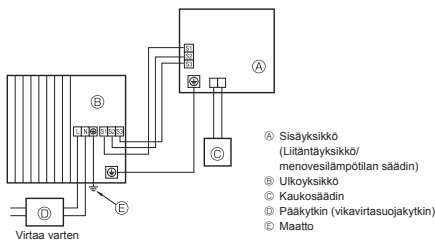
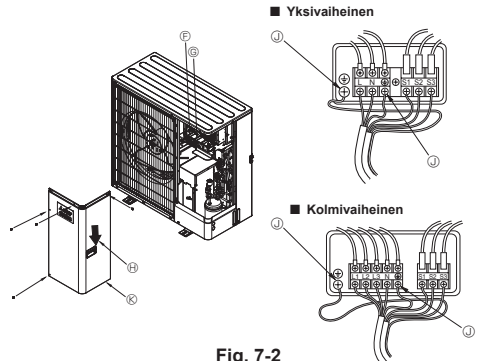

Fig. 7-1
Fig. 7-2
7.1. Ulkoyksikkö (Fig. 7-1, Fig. 7-2)
- ① Irrota huoltopaneeli.
- ② Asenna kaapelit Fig. 7-1 ja 7-2 mukaisesti.